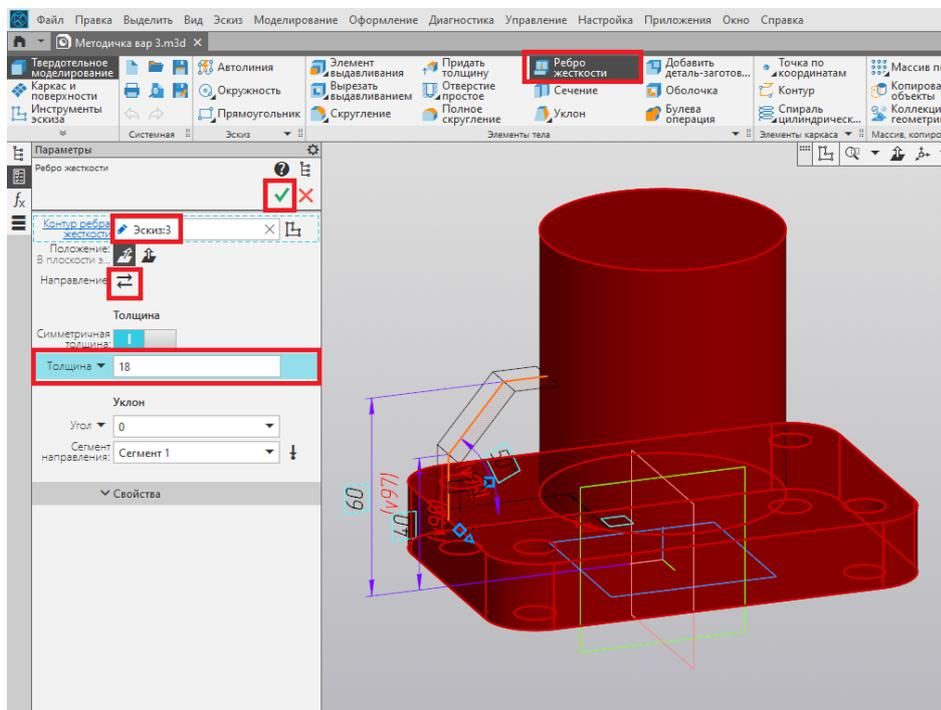

Рис. 147
19. При помощи команды «Ребро жёсткости» выполняем построение ребра жёсткости толщиной 18 мм. Завершаем выполнение команды нажатием на зелёную галочку (рис. 147).